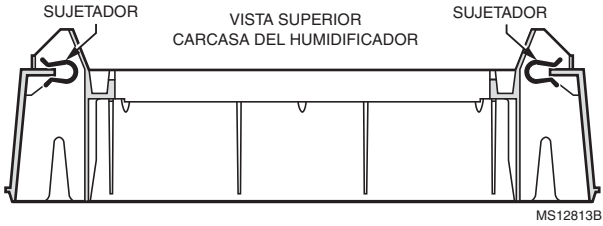

Fig. 4. Colocación de los sujetadores de fijación.
7. Coloque los sujetadores de fijación como se ilustra en la Fig. 4.